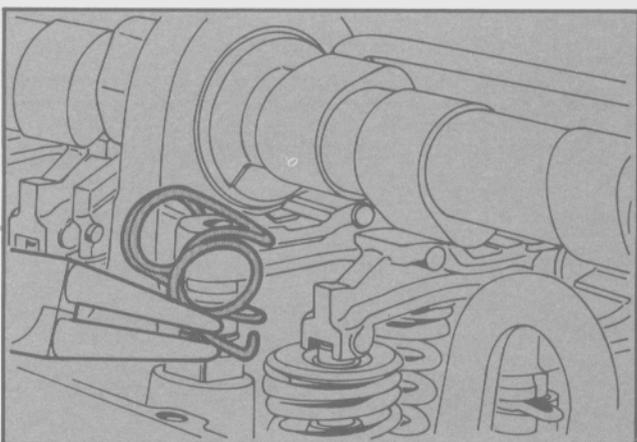

Fig. 90 - Sujeción de los balancines
- Sujetar los balancines con los muelles de retención (Fig. 90). Ajustar la luz de válvulas como se indica en el punto 3.9